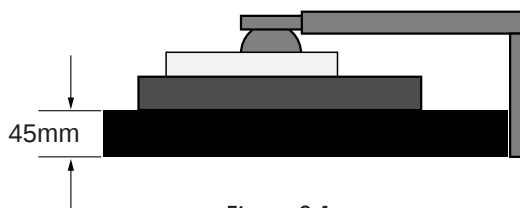

Figura S.1
3. Sistemare il monitor con la faccia rivolta verso il basso su una superficie non abrasiva. (Sistemare lo schermo su una piattaforma di 45 mm in modo che il supporto risulti parallelo alla superficie.) (**Figura S.1**).